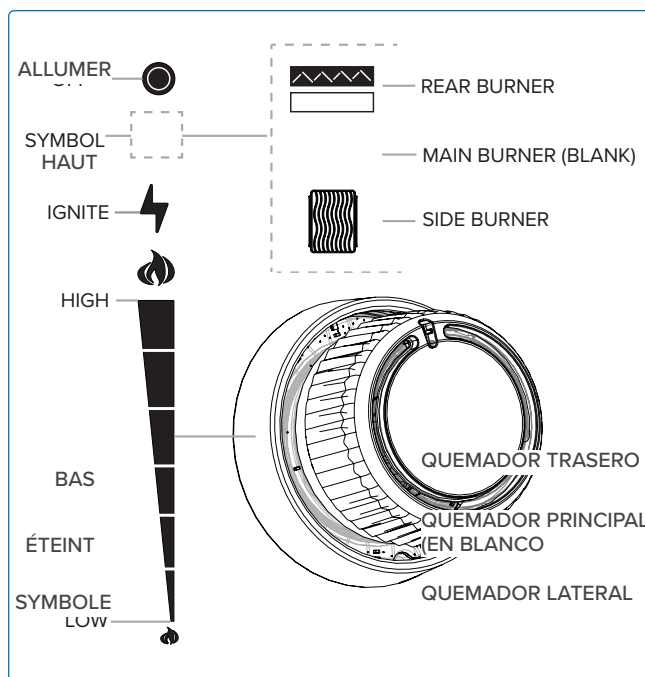

Fig. 7
2. Presiona y gira lentamente cualquier mando de quemador principal en sentido antihorario hasta la posición ALTA hasta que se encienda el piloto. Continúa presionando el mando de control hasta que el quemador se encienda y luego suéltalo (**Fig. 6A y Fig. 7**).
3. Presione y gire lentamente la perilla del quemador trasero en sentido contrario a las agujas del reloj hasta la posición ALTA (**Fig. 6D y Fig. 7**).
4. Si el quemador no se enciende en 5 segundos, gire la perilla de control del quemador en sentido horario hasta la posición APAGADO. Espere 5 minutos. Repita los pasos 2 y 3 (**Fig. 6E y Fig. 7**).